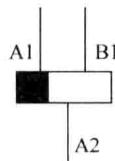

图 1-4 延时断开型继电器 (2)
(3) 延时断开型继电器 (2) 如图 1-4 所示。A1 与 B1 均得电时, 常开触点闭合。当 A1 与 B1 任一端失电时, 延时断开。